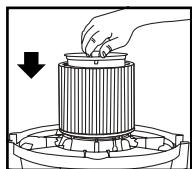

FIGURA 18
23. Coloque el retenedor del filtro dentro de la parte superior del filtro de cartucho. **FIGURA 18.**